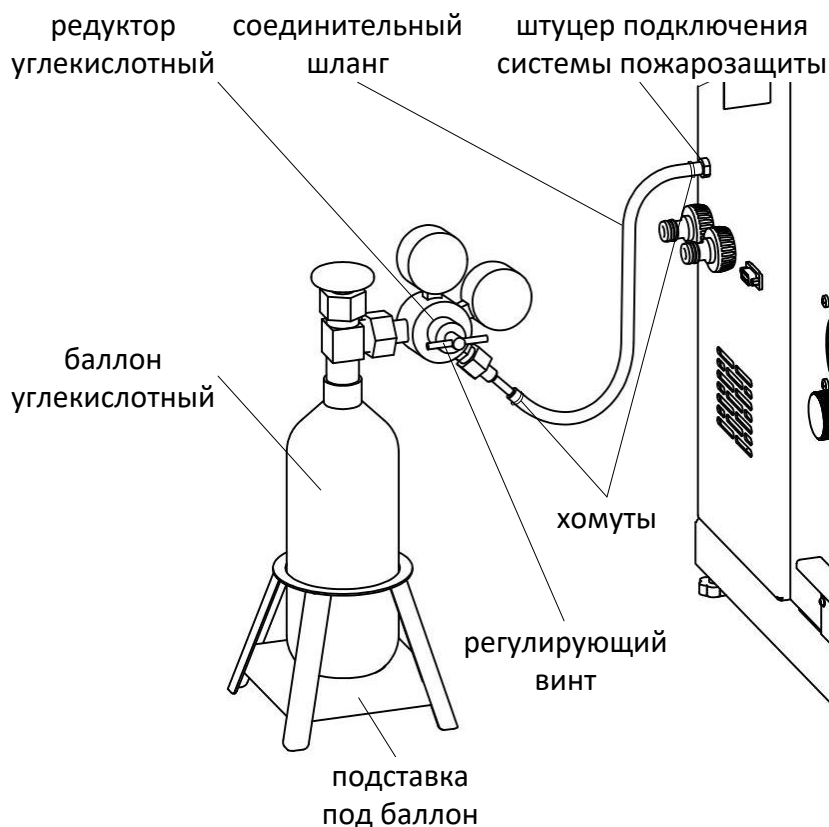

Рисунок 2 – Подключение системы пожаротушения
Углекислый газ давлением от 4 до 6 атмосфер подаётся через штуцер подключения системы пожарозащиты (см. рис.2).
3.3.1 Подключить к аппарату систему пожаротушения (см. рисунок 2).
4.4.1 Открутить регулирующий винт по часовой стрелке на редукторе системы пожаротушения (см. рисунок 2) для подачи газа.